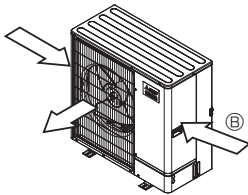

Fig. 2-4
- ③ Sijoita yksikkö niin, että poistoilma puhalletaan suorassa kulmassa vuodenaikaisen tuulen suuntaan nähdén, mikäli mahdollista. (Fig. 2-4)